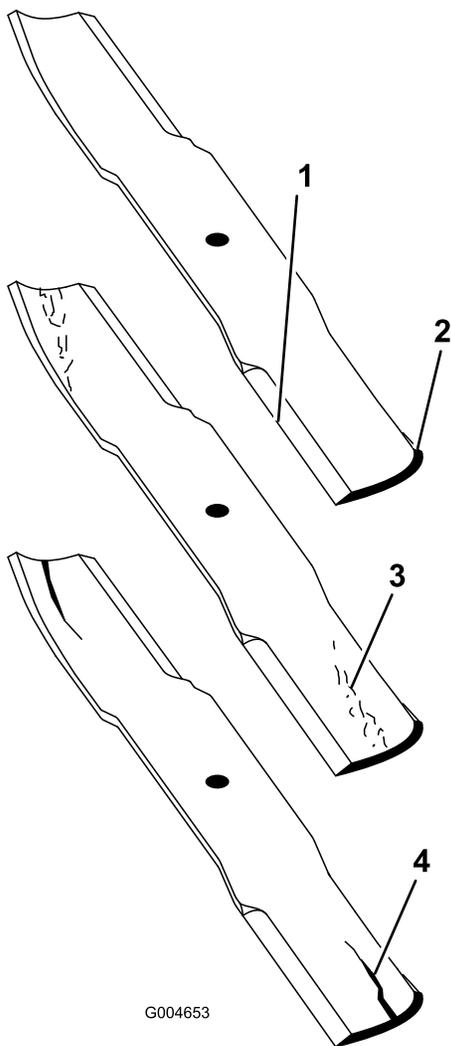

Рисунок 91
2. Осторожно проверьте режущие кромки ножей, особенно в точке соединения плоской и изогнутой частей ножа (**Рисунок 91**).
Примечание: Так как песок и абразивные материалы могут вызвать износ металла, соединяющего плоскую и изогнутую части ножа, проверьте нож перед использованием газонокосилки. Если нож изношен (**Рисунок 91**), замените его.